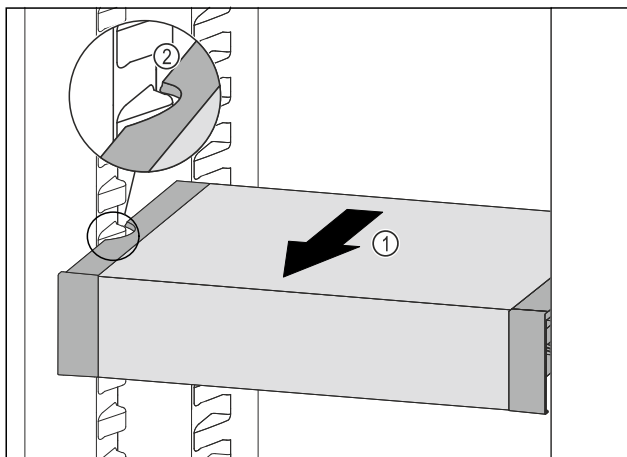

Fig. 98
- Вытягивайте VarioSafe вперед Fig. 98 (1), пока боковые выемки VarioSafe не окажутся на высоте выступа резервуара в холодильном отделении. Fig. 98 (2)